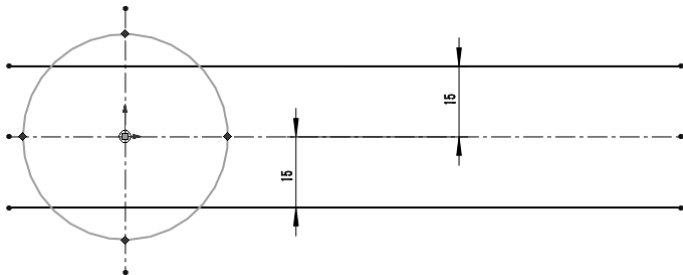

图 2-125 绘制圆
STEP 4 单击“草图”工具栏中的“圆”按钮，以草图原点为圆心，绘制一半径 30mm 左右的圆（尺寸无需太精确），如图 2-125 所示。